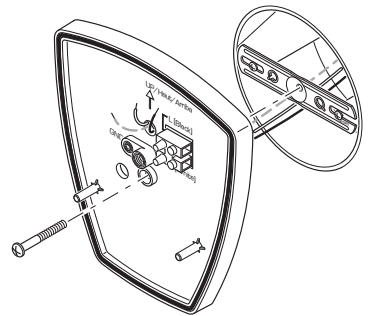

Figura 3
3. Pase los cables de la caja de conexiones por un agujero en el 1-2-Éasy Connect™ (vea la Figura 3).
4. Coloque el 1-2-Éasy Connect™ contra la caja de conexiones (vea la Figura 3).